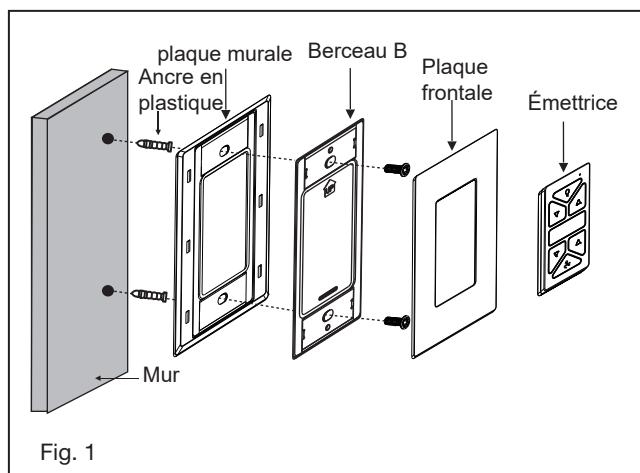

Fig. 1
- 1 Retirer la bille de la tige descendante en desserrant la vis de réglage sur le côté de la bille. Faites glisser la bille vers le bas et retirez la goupille à bille; retirer la bille. (Fig. 1)
- 1 Insérez le récepteur dans le haut du boîtier du ventilateur. (Fig. 1) Pour de meilleures performances, assurez-vous que l'antenne noire, à l'extrémité du récepteur, reste déployée et ne s'emmêle avec aucun des fils électriques.
- 1 Connectez la fiche à 2 fils du ventilateur à la fiche à 2 fils de l'ensemble LED. Assurez-vous que le connecteur s'emboîte. Rentrez soigneusement le connecteur de fil et les fils à l'intérieur du moyeu de montage de l'ensemble moteur. Fig. 1
- 2 Alignement des 4 trous de l'assemblage LED avec 3 trous dans le moyeu de montage, assurez-vous que toutes les vis sont bien serrées (Fig. 1)
- 1 Sélectionnez un emplacement souhaité. Utilisez la plaque murale pour marquer l'emplacement des trous de montage. Des chevilles murales en plastique ou des vis de montage sont nécessaires pour cette application. (Fig. 1)